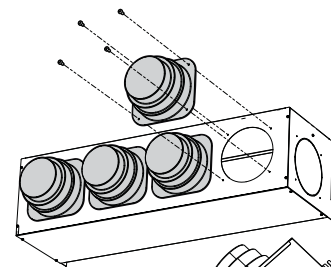

Fig.1
- Fixer les brides sur le plenum PM\_V sur le plenum avec les vis taraudeuses (fig.1).